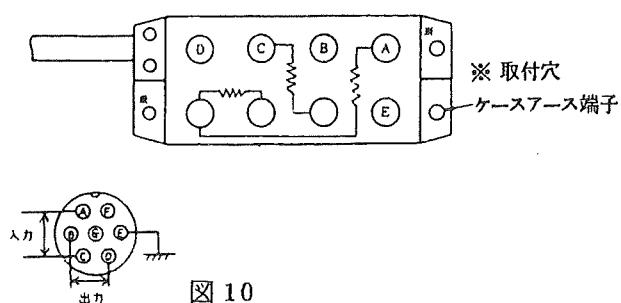

図10
(1) 設置方法
- b 固定する場合には図10に示す取付穴を利用してビス止めします。
(2) ブリッジボックスの結線 (5373)
- a コネクタの結線は図10に示すようにピン番号A, Cがブリッジ電源の供給で、B, Dが動ひずみ測定器への入力となります。